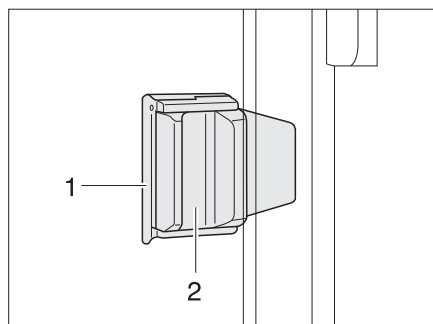

Bild 59 Schiebefenster mit Schiebeverriegelung
- Verriegelung (Bild 59,1) herausziehen.
- Griff (Bild 59,2) drücken und gleichzeitig nach vorne oder hinten schieben.
- Verriegelungsknopf (Bild 59,1) in vertikale Position drehen.